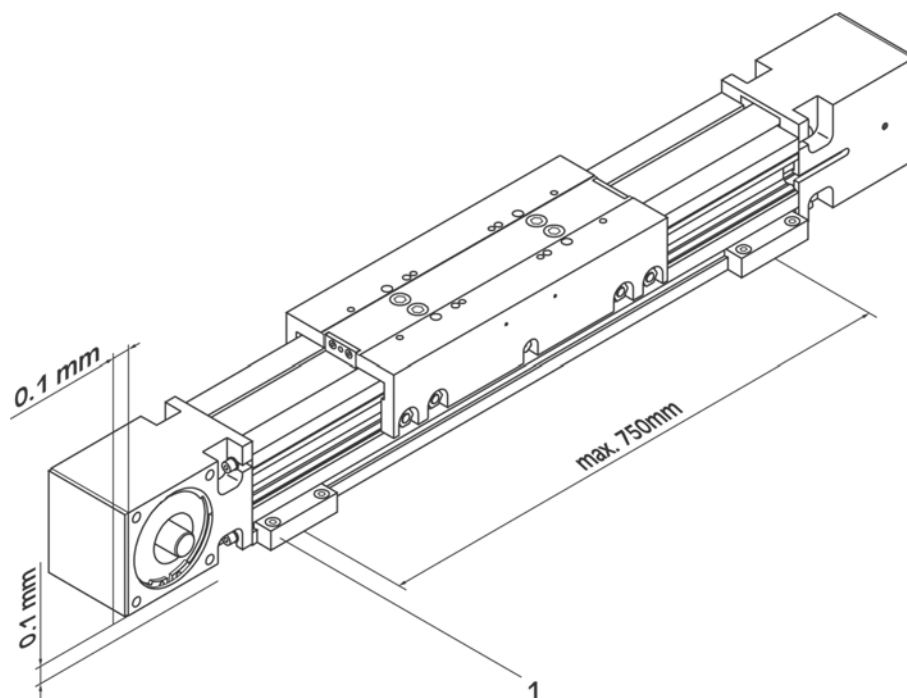

Figure 4: Montage WIESEL SPEEDLine®
1. **Figure 4:** Desserrer la réglette de fixation concernée.